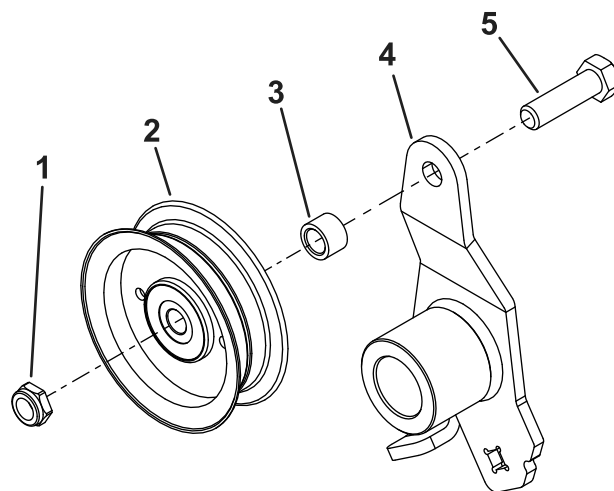

Figura 4
1. Instale la polea tensora en el brazo tensor con un perno ($1/2$ " x $1 3/4$ "), 1 espaciador y 1 contratuerca ($1/2$ "); consulte la Figura 4.